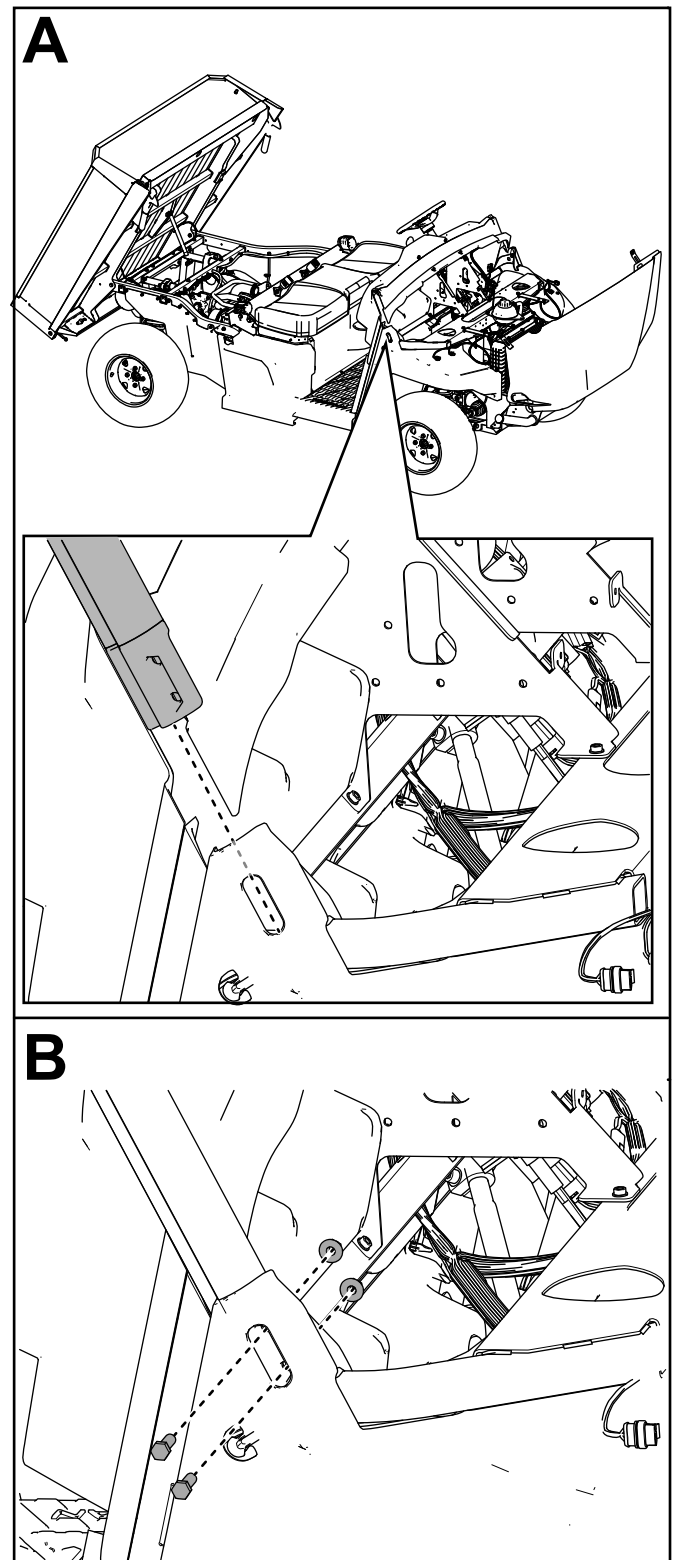

**Figure 13**
7. Fixez légèrement la barre avant droite de l'arceau de sécurité sur son support à l'aide de 2 boulons à tête hexagonale ( $\frac{3}{8}$ " x  $1\frac{1}{4}$ ") et de 2 contre-écrous ( $\frac{3}{8}$ "), comme montré à la Figure 13.